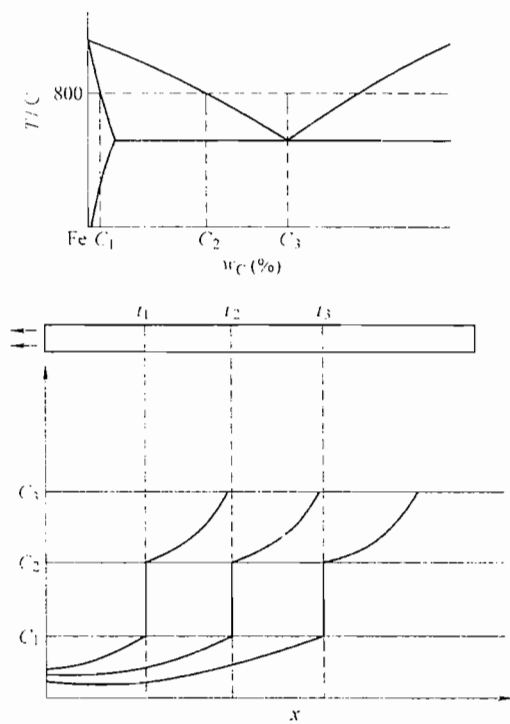

图 30-5 第五题第 6 小题解答图
6. 碳浓度分布曲线见图 30-5。在 800°C 脱碳条件下(至室温)得到以下组织: